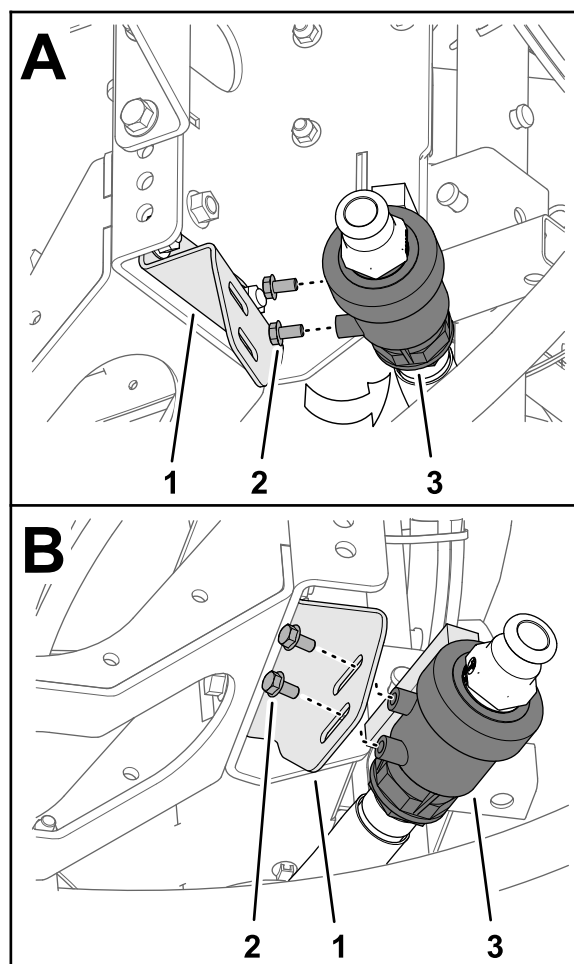

Figura 14
3. Retire los 2 pernos con arandela prensada (5/16" x 5/8") de la carcasa de la válvula de vaciado (Figura 14).